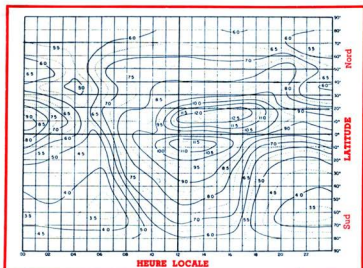
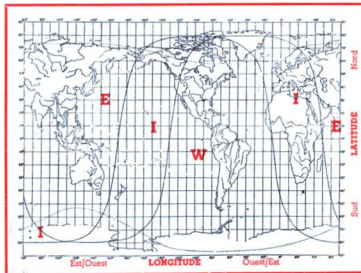

Fig. 4. — Répartition de la fréquence limite sur  $F_2$  en juillet 1946 (zone intermédiaire).
Fig. 7. — Répartition des zones sur le globe (carte en projection cylindrique rectifiée).
Pour les grandes portées, seule la couche  $F_2$  est intéressante dans la majorité des cas, ainsi nous avons dressé une carte des fréquences limites sur  $F_2$  en portant en abscisses les heures et en ordonnées les degrés de latitude, cette carte a l'aspect représenté sur la figure 4.
Mais ce qui intéresse l'usager, ce n'est pas la fréquence limite au zénith, mais la fréquence limite à grande distance, lorsque l'onde frappe obliquement les couches ionisées. En se reportant à la courbe de la figure 6, on voit comment varie la fréquence limite suivant la distance. On remarque d'ailleurs, qu'à 4 000 km, la fréquence limite varie très peu ; aussi, en pratique, on va redessiner le graphique, non plus pour la fréquence limite au zénith, mais pour la fréquence limite à 4 000 kilomètres l'aspect de la figure 4 est alors modifié et on obtient une figure analogue à la figure 6, qui est celle de la fréquence critique à 4 000 km.
re (I) comprenant l'Europe et l'Afrique, d'une part et l'Alaska et une portion du Pacifique, d'autre part, comme l'indique la figure 7. Les brochures mensuelles citées publient les cartes des fréquences limites sur la couche  $F_2$  au zénith et à 4 000 km pour les trois zones. Les figures 4 et 5 que nous avons reproduites, se rapportent à la zone intermédiaire.
Pour ajuster l'impédance de sortie à sa valeur optimum, il est nécessaire d'avoir deux réglages, agissant séparément sur les composantes R et X. La figure 7, qui montre un klystron amplificateur couplé à un pavillon émetteur, donne un exemple de réglage double, par le piston P, et par la ligne de longueur variable L.